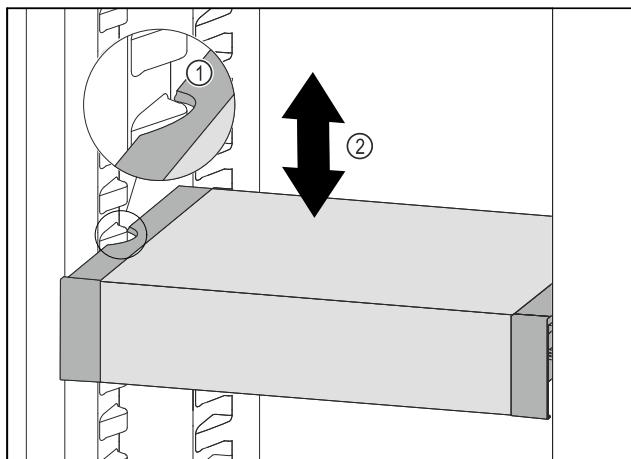

Fig. 113
- ▶ Изтеглете VarioSafe напред, докато страничните прорези на VarioSafe се намират на височината на реброто на съда в хладилната част. Fig. 113 (1)
- ▶ Преместете VarioSafe нагоре или надолу в хладилната част, докато се достигне желаната височина. Fig. 113 (2)